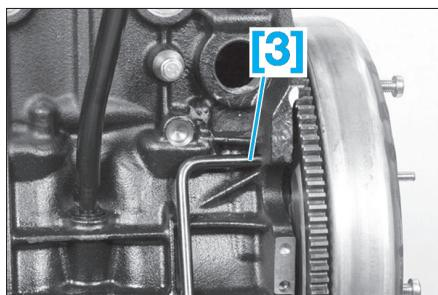

Fig. 74
- [3]. Pige de volant moteur (réf : 0188.X) (Fig.74).
Pour effectuer le réglage de position du capteur, l'arbre à cames doit être au point de calage. Pour cela, tourner le moteur par la vis de fixation de la poulie d'accessoires, jusqu'à pouvoir engager l'outil [3] (Fig.74).